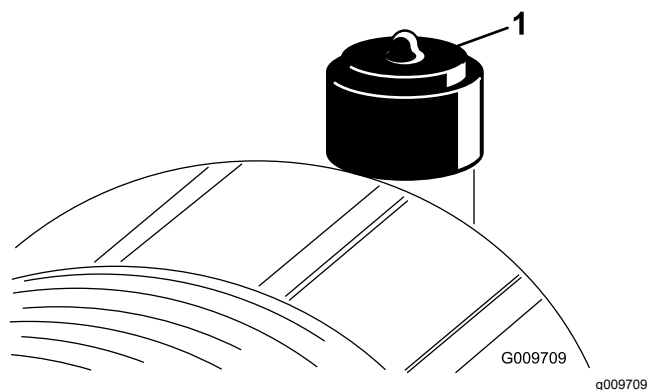

Figure 91
Faites l'entretien du filtre à air uniquement quand l'indicateur de colmatage (Figure 91) indique que cela est nécessaire. Ne remplacez pas le filtre à air plus fréquemment que nécessaire ; cela ne fait qu'accroître le risque de contamination du moteur par des impuretés quand le filtre est déposé.
2. Réarmez l'indicateur de colmatage (Figure 91) s'il est rouge.